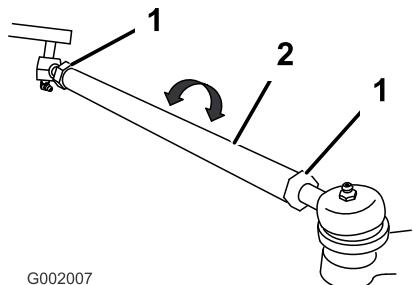

Figura 60
5. Se la misura non rientra nel campo specificato, allentate i controdadi da ambo i lati dei tiranti (Figura 60).